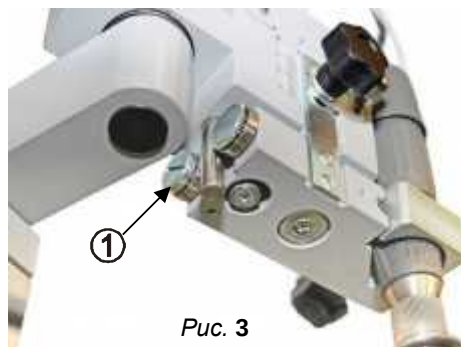

Рис. 3
8.1.1 Для устранения люфтов в механизме вертикального перемещения каретки ослабить контргайку эксцентрика (**10**, рис. 1) и, осторожно поворачивая эксцентрик с помощью отвертки, выбрать зазоры. Добившись плавного, легкого, безлюфтового перемещения механизма, зафиксировать положение оси контргайкой. Аналогично устраняется люфт в скалке каретки (**1**, рис.3).